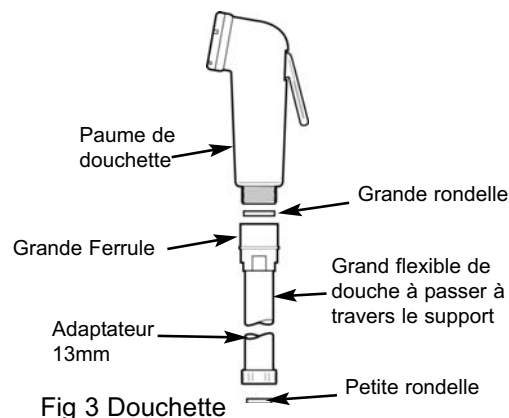

Fig 3 Douchette
1. Mettez en place la rondelle large sur son appui le long de l'assemblage du tuyau et serrez contre la tête de douchette (Voir Fig. 3)